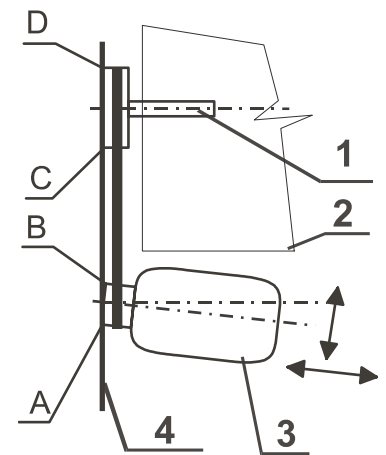

Fig. 5.8.
I principali cuscinetti e le tenute (fig. 5.8.) sono situati nel gruppo cuscinetti. Avviare la centrifuga della macchina per circa 10 minuti, in modo da scaldare il vecchio grasso nei cuscinetti. Prima di iniziare la lubrificazione, svitare i tappi (4) dai coperchi dei gruppi cuscinetti. Spingere lentamente il lubrificante e ruotare il cesto (è necessario operare meccanicamente sui freni). Togliere l'eccesso di grasso. Questa operazione va effettuata con cautela per evitare che il grasso in eccesso del cuscinetto posteriore non vada a finire nella puleggia e sul disco dei freni. Riavvitare i tappi (4) sui coperchi. Dopo aver lubrificato la guarnizione, il grasso in eccesso può entrare nello spazio del cesto esterno. Rimuovere il grasso in eccesso mettendo in funzione la macchina, ma senza biancheria; il grasso in eccesso sarà sciacquato.